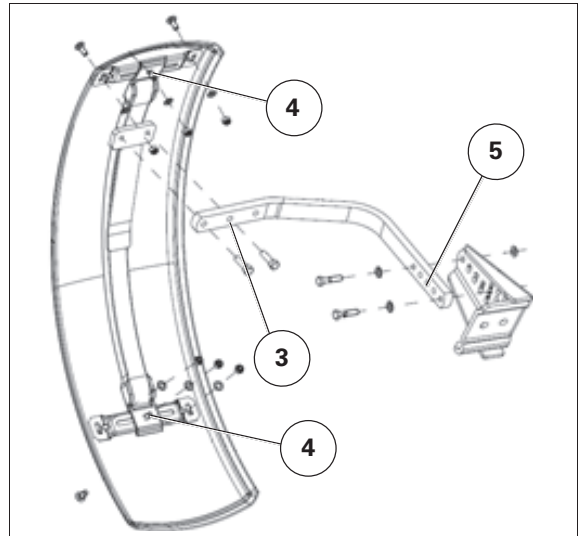

Fig. 6.
1. Modifique la posición del soporte (5) *fig. 6* para adaptar la altura de los guardabarros al tamaño de la rueda.